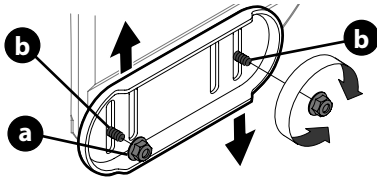

Figura 41
1. Afloje las cuatro tuercas hexagonales (a) (dos en cada lado) y los pernos del carro (b). Mueva las zapatas antideslizantes a la posición deseada (Figura 41).
NOTA: Las zapatas antideslizantes de su soplador de nieve podrían verse ligeramente diferentes (y tener componentes diferentes) de los que se muestran en la Figura 41.